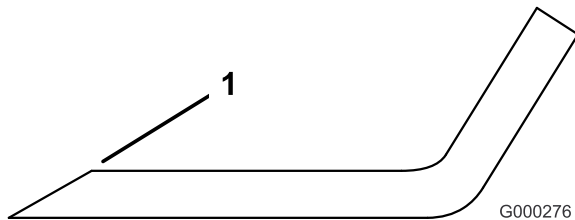

Figura 21
1. Afile el filo de corte en ambos extremos de la cuchilla (Figura 21). Mantenga el ángulo original. La cuchilla permanece equilibrada si se retira la misma cantidad de material de ambos bordes de corte.